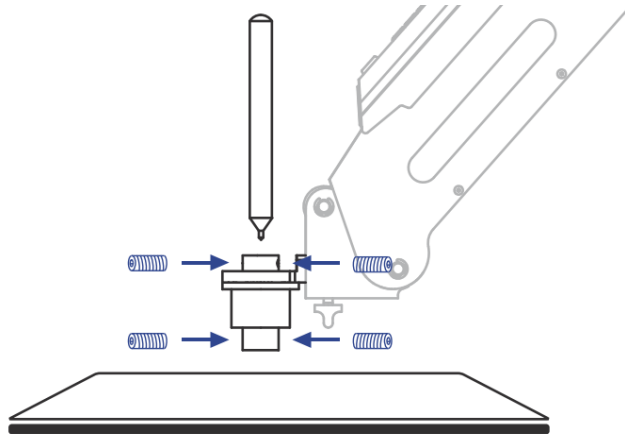

图 5.30 更换笔
如果要更换笔，则用 1.5mm 内六角扳手拧松夹笔器上的四颗M3\*5毫米螺丝进行更换，如图 5.30所示。
1. 在连接DobotStudio时会弹出“工具选择”对话框，我们需在下拉框中选择“DobotStudio”重新烧录固件，如图 5.30所示，并单击“确认”。